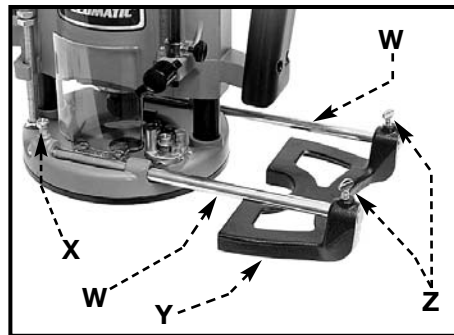

Fig. 14
Para montarla, introduzca los extremos de ranura de las varillas de guía (W) en los agujeros de la base, Fig. 14 y sujételas con los dos tornillos (X). (TOME NOTA: Estos tornillos deben engancharse en la ranura de las varillas de guía.) Deslice la guía (Y) Fig. 14, sobre las varillas y ajústela a la posición deseada. Sujétela con los dos tornillos manuales (Z).